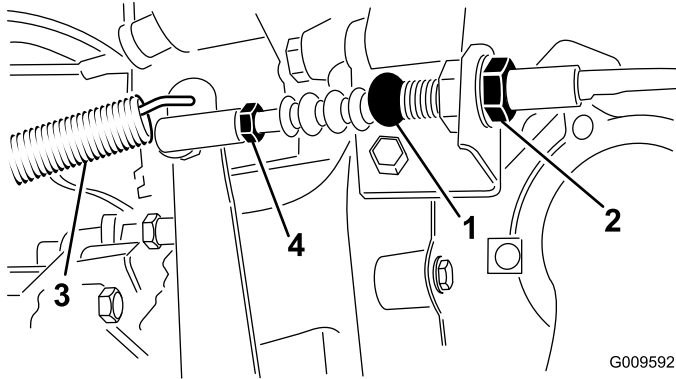

図 73
1. クラッチ・ケーブルをベル・ハウジング上のブラケットに固定しているジャムナットをゆるめる (図 73)。